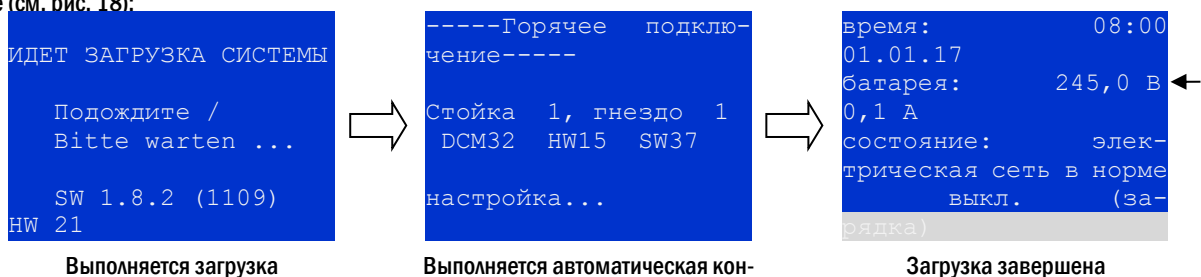

Рис. 18. Программа загрузки (слева и в середине) и состояние (справа).
5. Подождите завершения процесса загрузки. После включения системы (при этом подается звуковой сигнал) начинается процесс загрузки. Этот процесс может длиться несколько минут. Во время и после процесса загрузки на дисплее должно отображаться следующее (см. рис. 18):
6. Проверьте напряжение батареи. Проверьте напряжение батареи, указанное в данных о состоянии на дисплее. Оно должно быть в пределах диапазона от 192 до 250 В (рис. 18, картинка справа, стрелка).
7. Переведите переключатель режима работы в положение «Готовность к работе». Переведите переключатель режима работы (1) в положение «Готовность к работе» (положение «1»). При этом будут активированы электрические линии (по умолчанию это постоянное освещение).